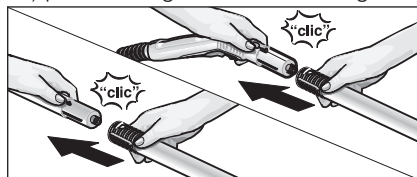

Fig. 3: Sette på forlengerørret
- Bruk hvis nødvendig forlengerørret (G1). Monter deretter en av, eller begge forlengerørrene (G1) på damp pistolen (C1) (se fig. 3). Skyv den ønskede tilbehørsdelen (D1, E1, F1, H1) på den ledige enden av forlengerørret.